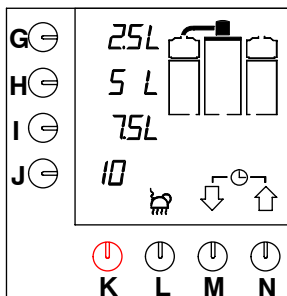

Fig. 7 Display con las opciones estandar
- El piloto indicador del interruptor se encenderá. El display mostrará las opciones estandar, ver fig. 7 .